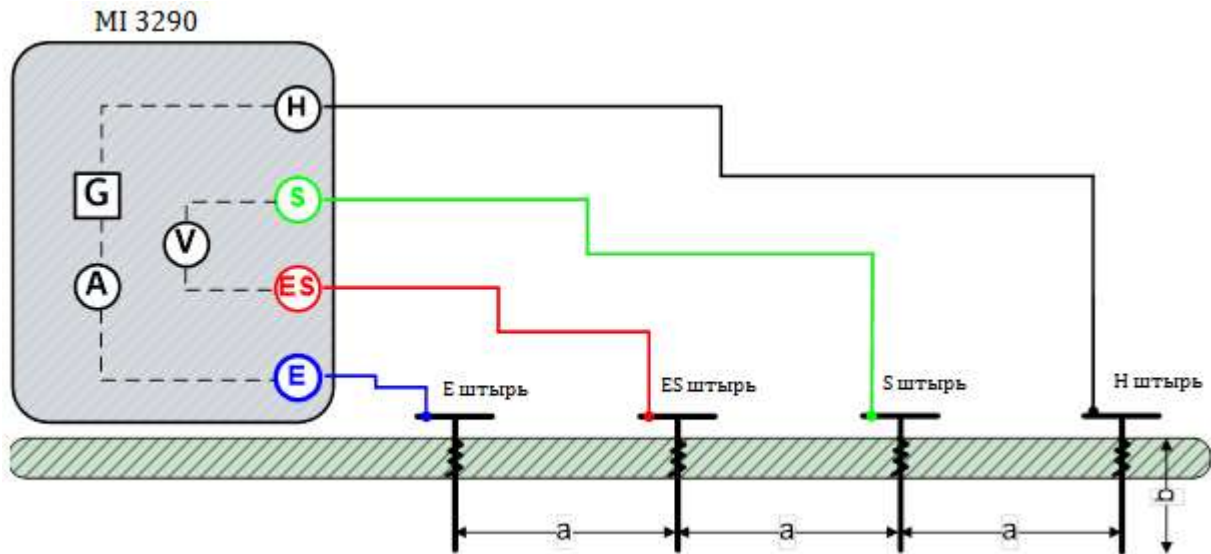

Рисунок 11.37: Пример измерения методом Веннера
- Соберите схему согласно рис. 11.37.